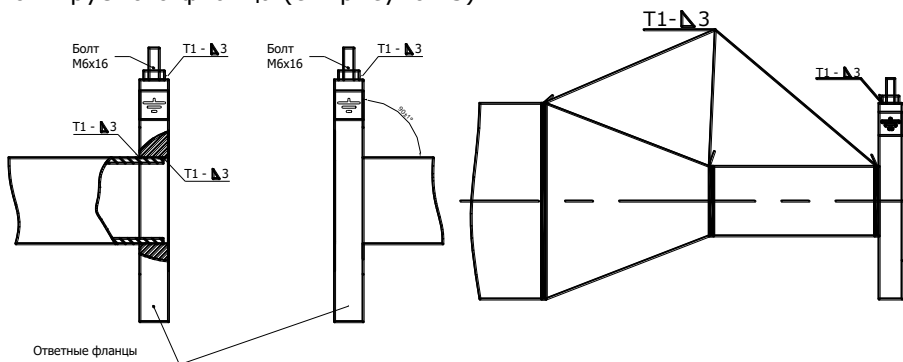

Рисунок 5
фланцев необходимо приварить болт заземления к верхней части монтируемого фланца (см. рисунок 5).
**ВНИМАНИЕ!!!** На датчики расхода, монтаж которых выполнен с нарушением требований ГОСТ 12820-80 (соединение труба-фланец), гарантийные обязательства не распространяются (см. рисунок 5а).
Рисунок 5а